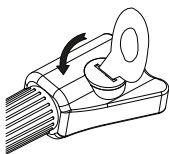

fig.1
---Gire la tapa de la batería con la llave (fig.1) y extraígalas.